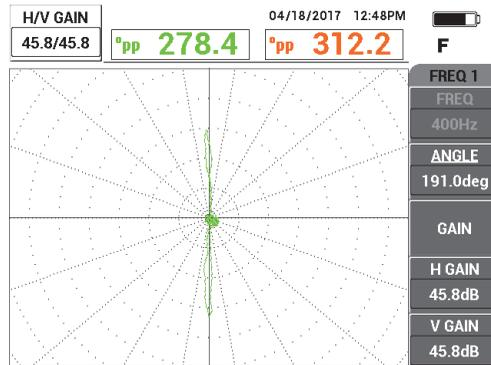

Рис. 5-196 Настройка усиления
5. Нажмите клавишу GAIN (**dB**), и увеличьте усиление так, чтобы сигнал от отверстия растянулся на 4-6 вертикальных делений в высоту. Нажмите клавишу FREEZE () для регистрации сигнала (см. Рис. 5-196 на стр. 282).